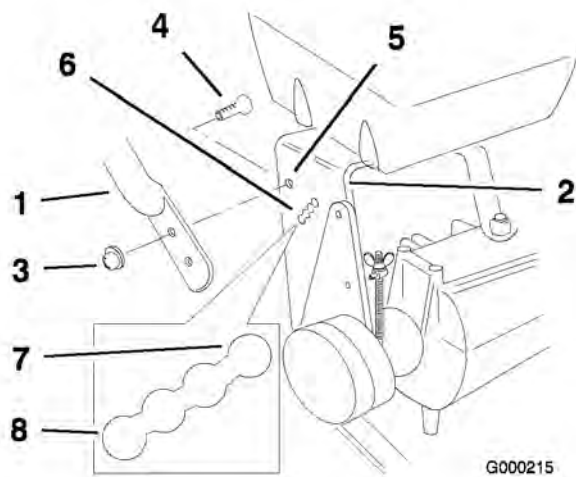

Figura 17
- Afloje los pernos con arandela prensada (3/8 x 1 inch) y la tuerca con arandela prensada que sujetan el manillar con el bastidor trasero (Figura 17).
- Quite los pernos inferiores con arandela prensada (3/8 x 1 inch) y las tuercas con arandela prensada que sujetan el manillar con el bastidor trasero (Figura 17).